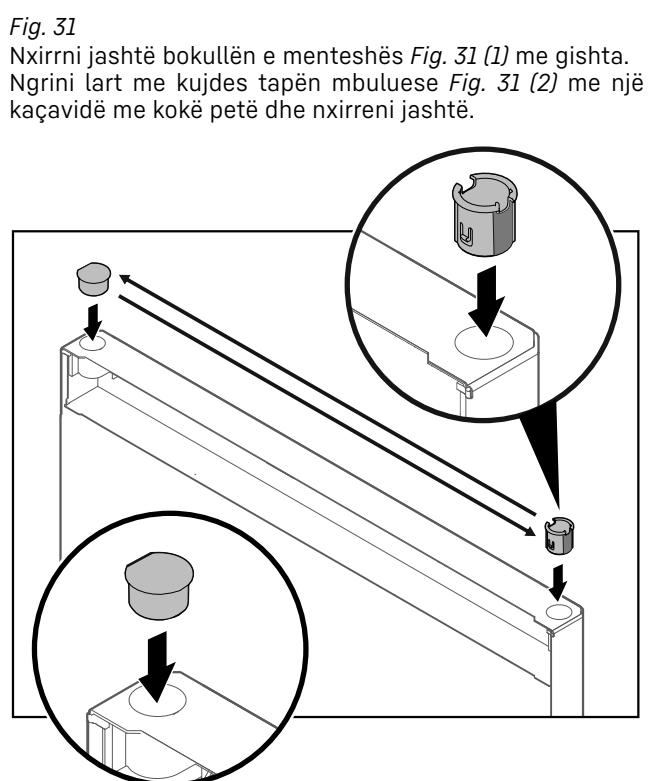

Fig. 31
- Nxirri jashtë bokullën e menteshës Fig. 31 (1) me gishta.
- Ngrini lart me kujdes tapën mbuluese Fig. 31 (2) me një kaçavidë me kokë petë dhe nxirreni jashtë.